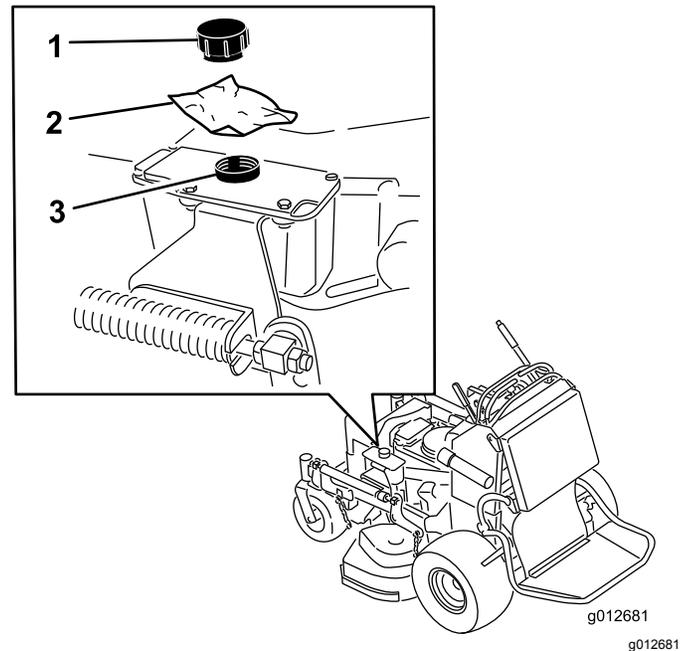

**Figura 27**
11. Instale la batería en la máquina (Figura 27).